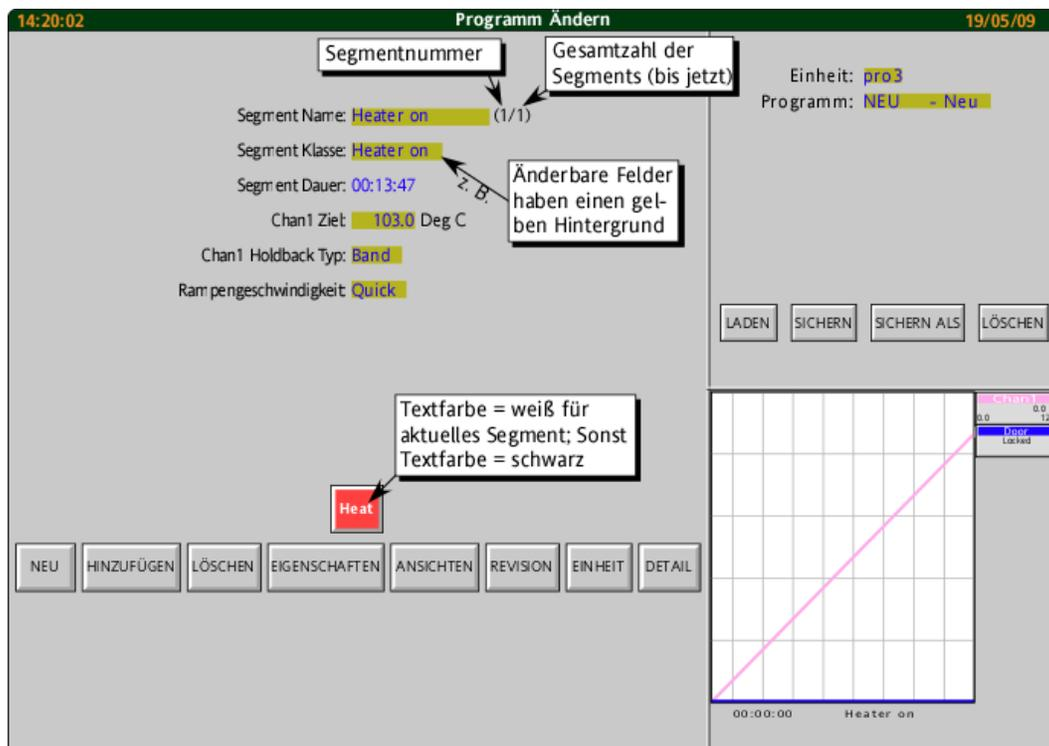

Abbildung 4.12.3a Erstes Segment.
4. Die Taste für das Heat Segment erscheint zusammen mit den änderbaren Parametern und einer Vorschau (Abbildung 4.12.3a). Die Segment Dauer wird angezeigt, obwohl Sie diese nicht ändern können, außer wenn Sie den Wert für 'Kan1 Ziel' ändern und eine neue Rampengeschwindigkeit eingeben.